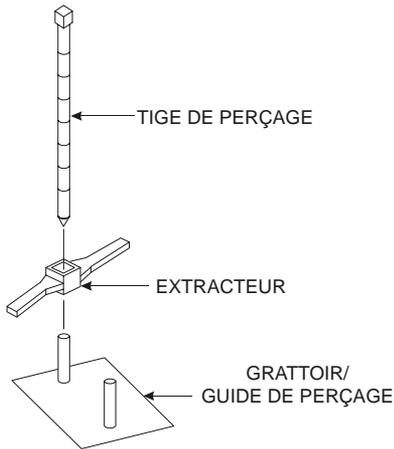

Figure 3-3
- ✓ Si vous comptez effectuer des mesures en transmission directe, faites alors glisser la tige de perçage dans extracteur et dans un des tubes-guide du grattoir (Figure 3-3).